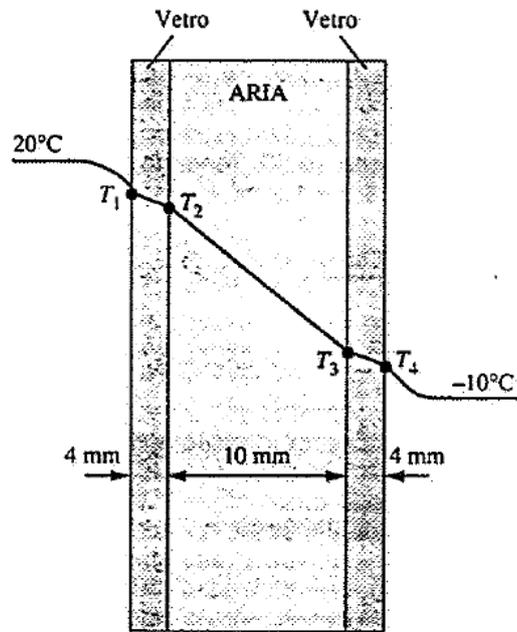

FIGURA 10.36
**Soluzione** Questo problema è identico al precedente, eccetto che il vetro singolo da 8 mm di spessore è sostituito da due vetri da 4 mm di spessore ciascuno, che racchiudono un'intercapedine di aria ferma, dello spessore di 10 mm. La resistenza termica comprenderà in questo caso due resistenze conduttive addizionali corrispondenti ai due strati addizionali, come mostrato in Figura 10.36. Tenendo presente che l'area della superficie della finestra è  $A = 0.8 \times 1.5 = 1.2 \text{ m}^2$ , le singole resistenze sono: